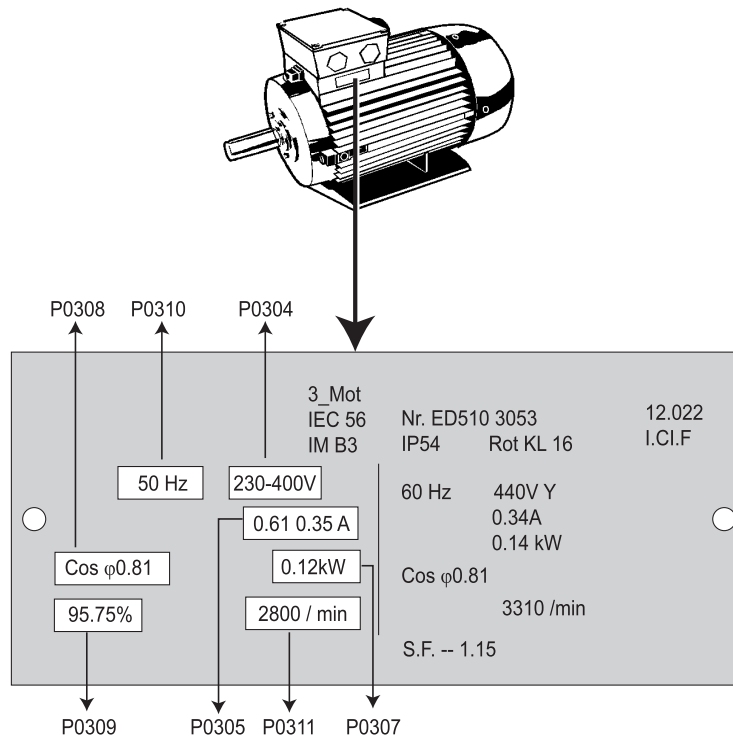

Bild 3-5 Beispiel eines typischen Motor-Typenschildes
3. Der Umrichter wird im Werk für Standardanwendungen mit 4-poligen Siemens-Normmotoren programmiert, die die gleiche Nennleistung haben, wie der Umrichter. Bei Verwendung anderer Motoren müssen deren Daten vom Motortypenschild eingegeben werden. Bezüglich des Lesens von Motordaten siehe Bild 3-5.